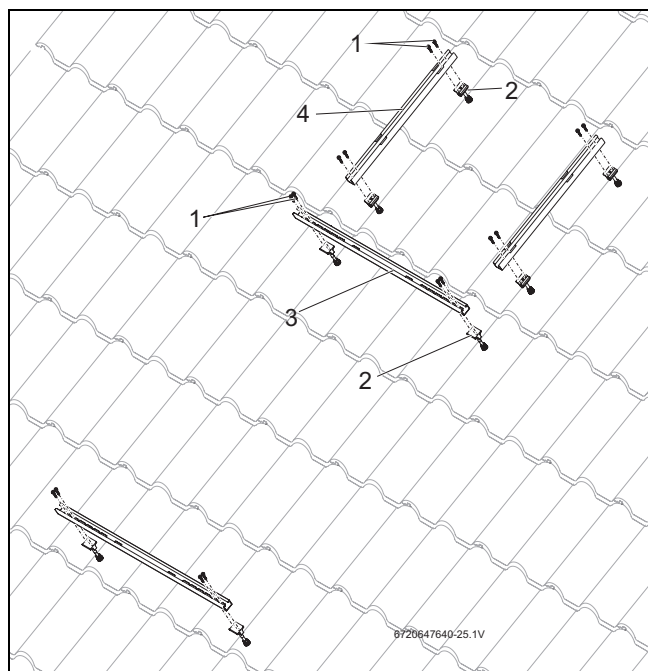

Fig. 39 Fijar el perfil del captador al caballete de soporte
- ▶ Fijar los perfiles del captador (→ Fig. 39, [3]), con dos tornillos cada uno [1], en el caballete de soporte [2]; empezando por el agujero alargado inferior.
- ▶ Fijar los perfiles del acumulador (→ Fig. 39, [4]) en el caballete de soporte con dos tornillos cada uno; empezando por el agujero alargado inferior.